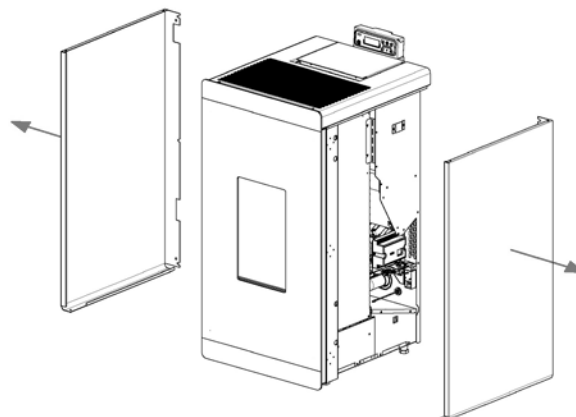

Fig. 71 - Verwijdering zijpanelen
- Verwijder de zijpanelen (zie **Fig. 71**).